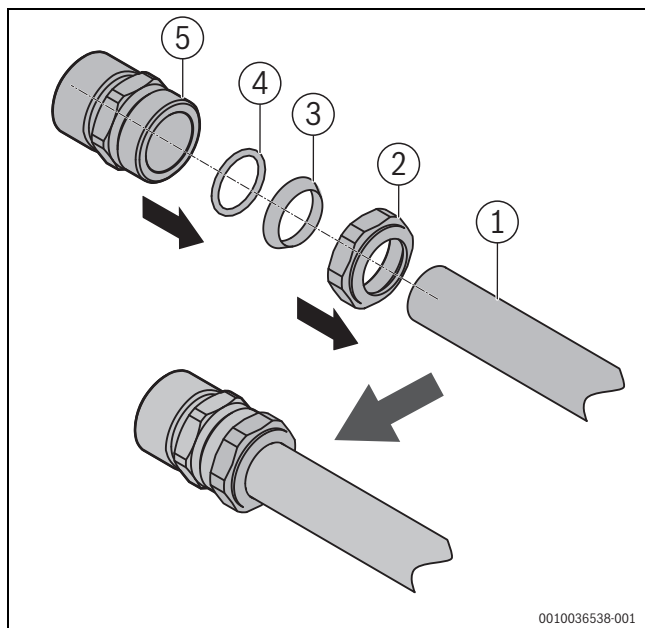

Fig. 7 Installazione della connessione giuntata con anello bicono
- Installare il **set raccordi di collegamento** (accessori abbinabili) sul tubo come illustrato in fig. 7.